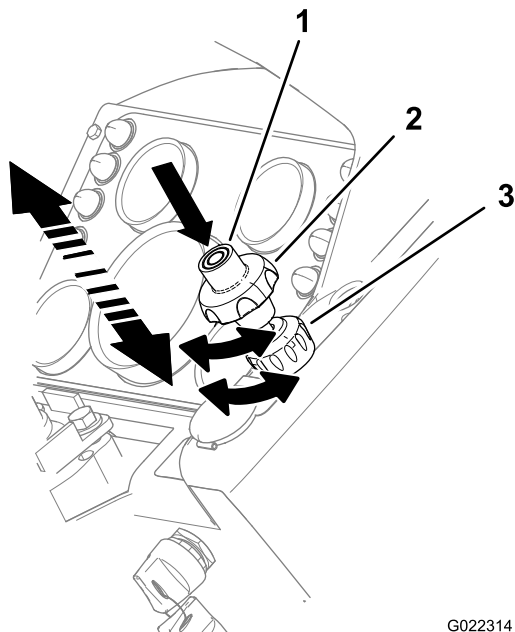

Figura 22
- Per **aumentare** il regime del motore, premete il pulsante centrale dell'acceleratore e contemporaneamente **tirate** l'acceleratore (Figura 22).